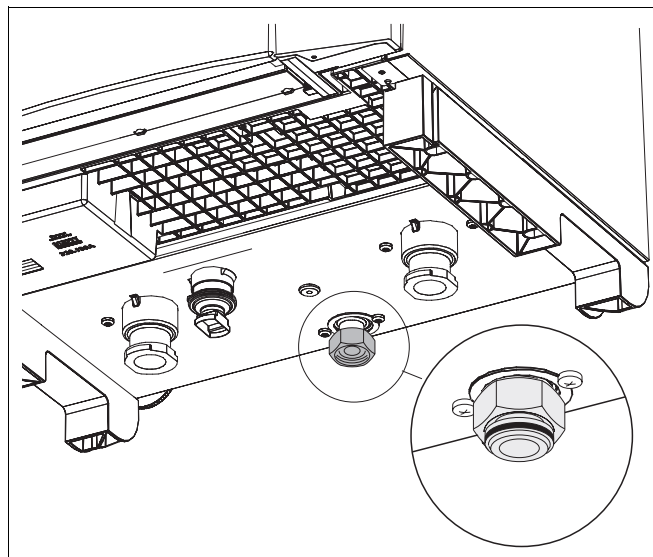

Fig. 12 Gummipakning
- Sørg for, at den flade gummipakning, som er formonteret fra fabrikken, sidder i skrueforbindelsen (mod kedlen) (fig. 12, **lup**).